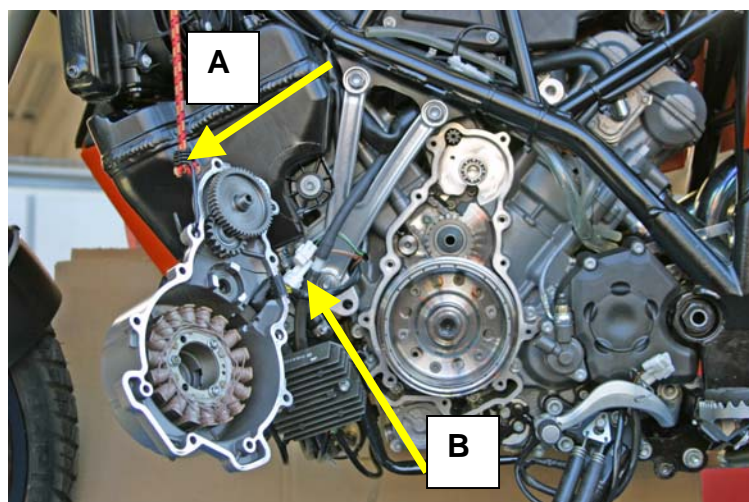

Bild 1
- 3.) Schrauben am Generatordeckel entfernen, diesen zur linken Seite drehen und mittels Spannband sichern (Bild 1 / „A“) ; - zum Schutz gegen Beschädigung des Deckels weiche Zwischenlage einfügen.
- 4.) Die Steckverbindung der Kabel kann bestehen bleiben (Bild 1 / „B“)